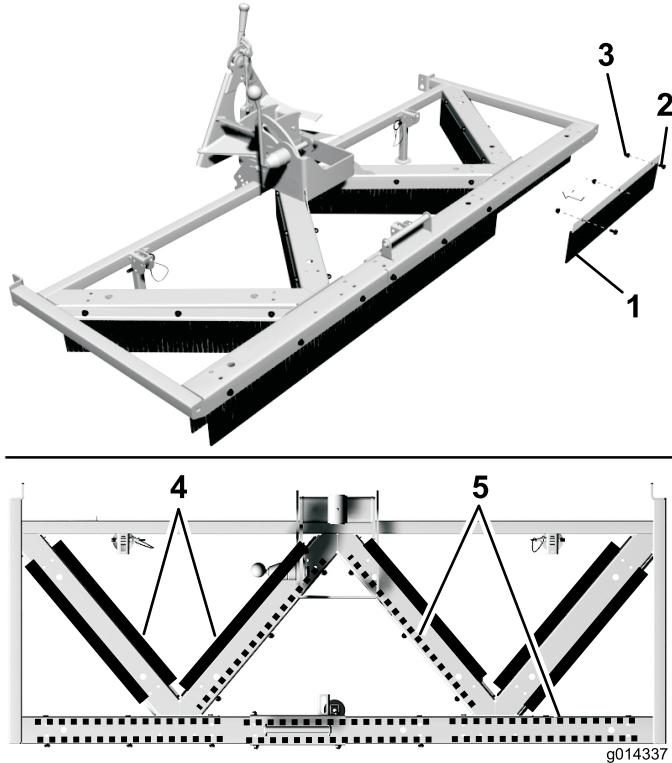

Figure 6
1. Fixez chacune des (14) brosses pour gazon synthétique sur les côtés du Turf Groomer avec (3) boulons à embase 5/16 x 0,613" et écrous à embase. Les brosses doivent être placées sous le rebord, comme illustré à la Figure 6.